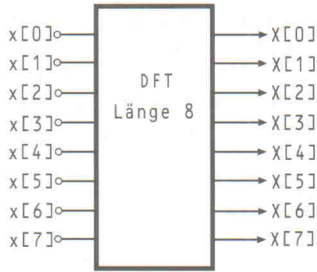

Bild 1. Diskrete Fourier-Transformation (DTF) der Länge 8 als Black-Box.
quenzen lassen sich durch Interpolation aus den vorliegenden Werten *exakt* bestimmen (Abtasttheorem im Frequenzbereich, siehe Folge 8), prinzipiell genauso, wie dies im Zeitbereich für Zwischenwerte des abgetasteten Signals möglich ist. Das Spektrum ist aufgrund der Abtastung periodisch mit der Abtastfrequenz. Die äquidistanten N Frequenzen berechnen sich nach (2), wobei $f_A = 1/T$ die Abtastfrequenz bezeichnet. Setzt man diese Frequenzen in Formel (1) ein, so erhält man (3). Diese Formel heißt *Diskrete Fourier-Transformation (DFT)*, weil die Fourier-Transformation nur für einige genau bestimmte (diskrete) Frequenzen berechnet wird. Betrachtet man die DFT als 'Black Box', so transformiert diese N Eingangssamples $x[0], \dots, x[N-1]$ zu N (meist komplexen) Ausgangswerten $X[0], \dots, X[N-1]$ (Bild 1).